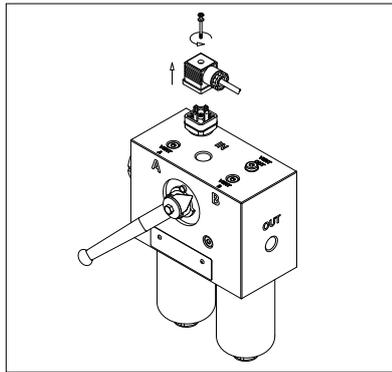

fig. 19
- (Fig. 19) Rimuovere il connettore dell'indicatore differenziale svitando la vite centrale (solo per gli indicatori elettrici)
- Per il montaggio/smontaggio dell'indicatore e del connettore fare riferimento al paragrafo "Sostituzione indicatore" sopra (Fig. 19÷22)